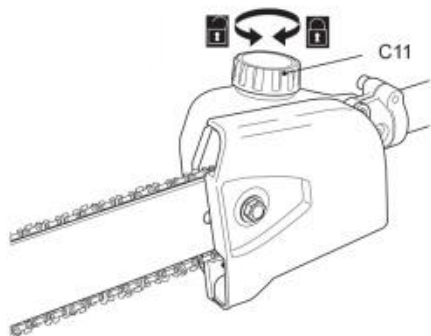

Fig. 16
- 2) Odkręcić i zdjąć korek zbiornika oleju (C11) (Rys. 16), następnie dodać do zbiornika odpowiedni smar. Zalecamy stosowanie przyjaznego dla środowiska oleju łańcuchowego przeznaczonego specjalnie do stosowania z tym produktem.